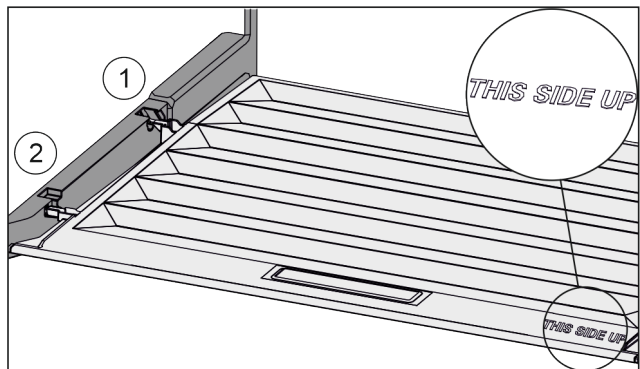

Fig. 30
- ▶ Dekselranden via de opening van de achterste houder Fig. 30 (1) aanbrengen en van voren in de houder Fig. 30 (2) klikken.